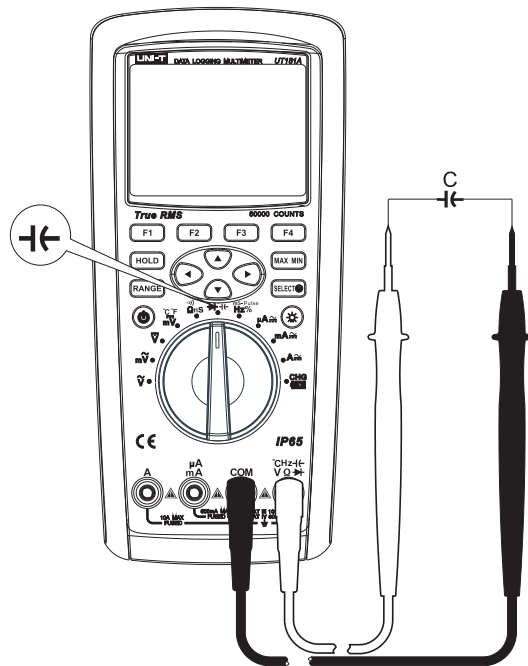

图9
- 2) 将仪表的旋钮开关转到"**←**"测量档, 按SELECT键选择 电容测量档, 如图9, 将表笔并联到被测电容两端。